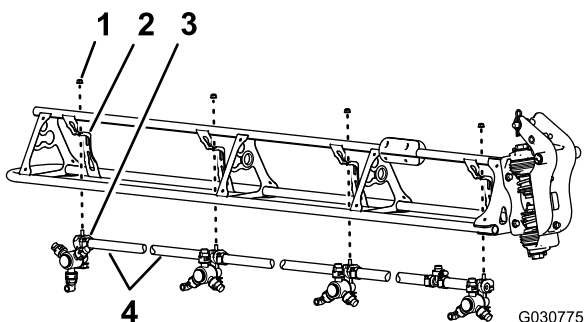

Figura 97
1. Corte o tubo entre os 2 bicos do pulverizador (Figura 97).
2. Retire a porca de bloqueio flangeada (5/16 pol.) que prende o bico do pulverizador ao suporte do bico (Figura 97).